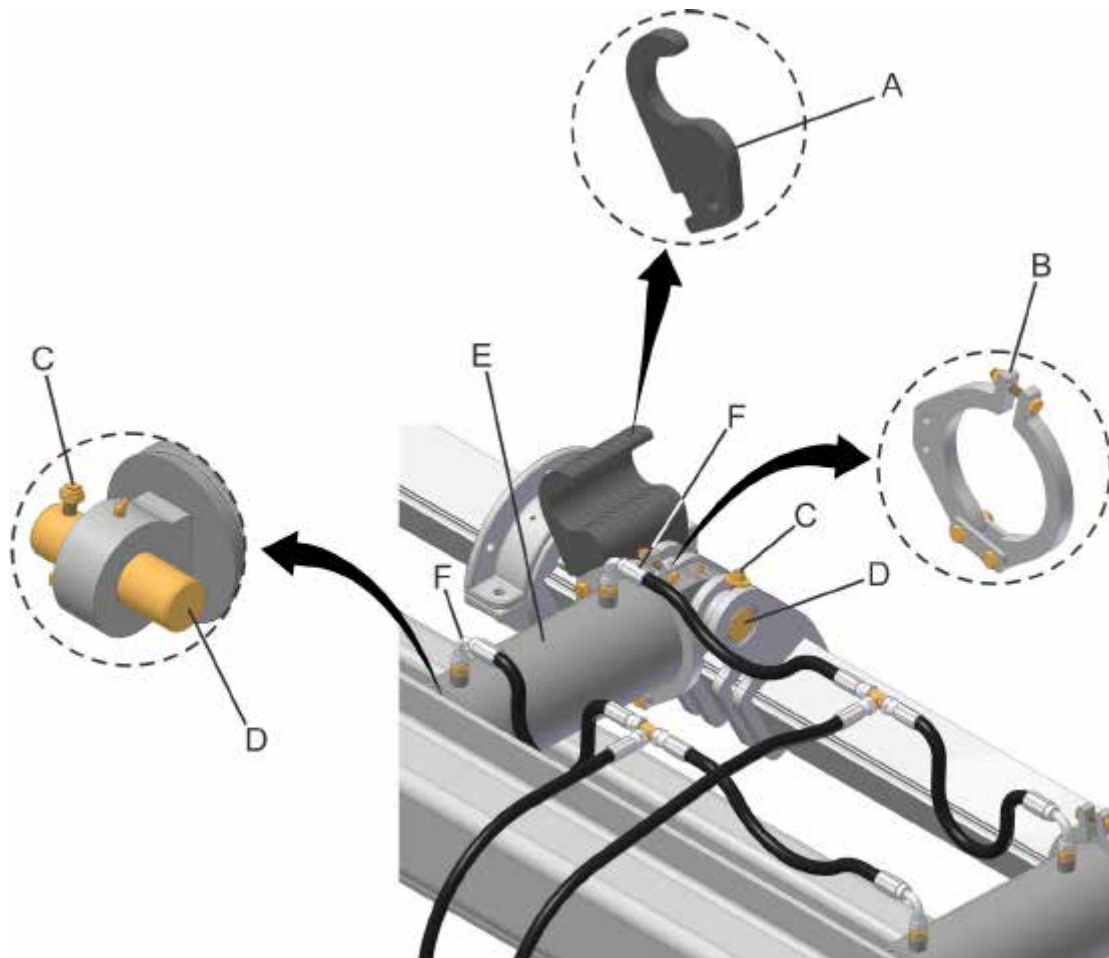

fig. 22
Em solos arenosos que são leves e mais soltos, pode ser necessário a utilização de calços (A) (fig. 22), que estão fixados no cilindro através do suporte (B) para auxiliar no controle de profundidade.
Para a retirada do cilindro (E) (fig. 22), retire os parafusos de segurança (C) dos pinos (D), remova as mangueiras (F) do cilindro e retire os pinos (D).
Ao transportar a plantadora, coloque todos os calços de profundidade (A) (fig. 22) para evitar a sobrecarga nos cilindros hidráulicos.